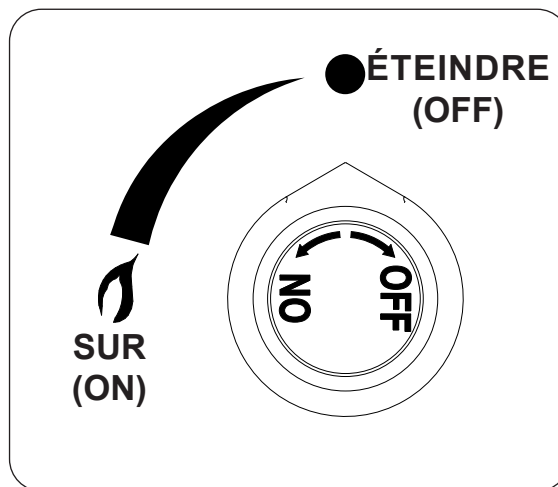

Fig. 44-2
- 4. **Une fois la flamme en position**, tournez le bouton de commande dans le sens inverse des aiguilles d'une montre sur la position **ON (sur)**, appuyez et maintenez la position pendant 15 secondes (voir Fig. 44-2). Votre brûleur devrait s'allumer dans un délai de 5 secondes.
**Pour éteindre votre brûleur à gaz**, tournez le bouton de commande du gaz dans le sens des aiguilles d'une montre jusqu'à la position **OFF (éteindre)** (voir Fig. 44-2). Veillez à ce que le bouton de commande soit éteint entièrement pour éviter toute fuite de gaz.